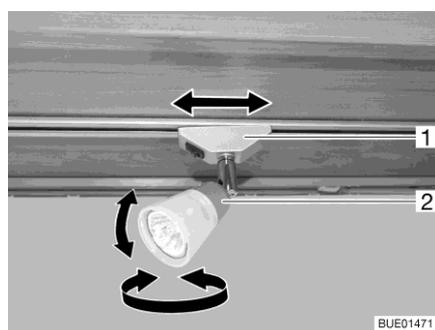

Fig. 27 Spot
- Tourner le boîtier (Fig. 27,2) du spot dans le sens désiré.